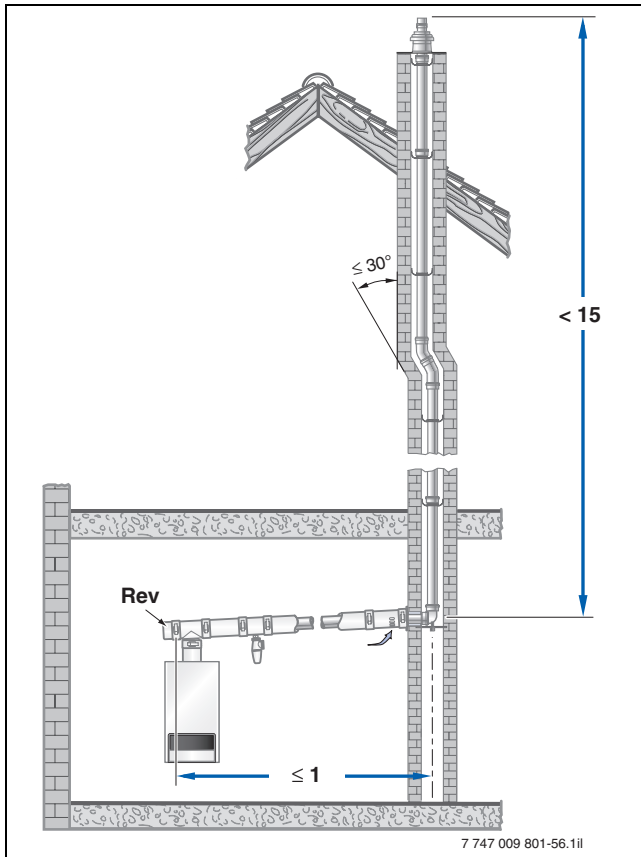

Bild 54 Beispiel zur Anordnung der Inspektionsöffnung (Rev) bei einer waagerechten Abgasleitung ohne Umlenkung im Aufstellraum (Maße in m)
- An der Stirnseite im geraden, waagerechten Abschnitt der Abgasleitung höchstens 1 m von der Umlenkung in den senkrechten Abschnitt entfernt, sofern sich dazwischen keine Umlenkung befindet (→ Bild 54) oder
- Die untere Inspektionsöffnung nach DIN 18160-1 und 18160-5 ausgeführt ist (→ Bild 54 und 55)